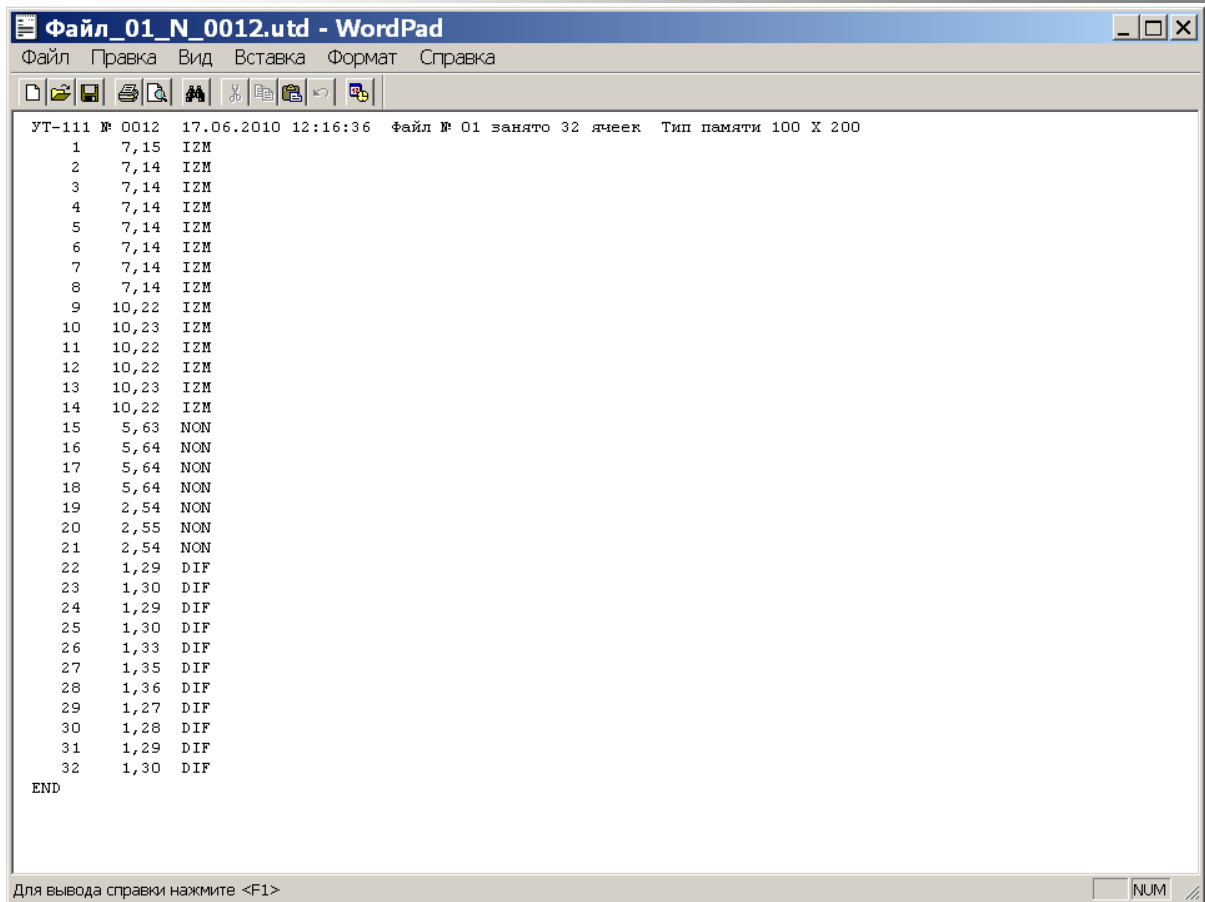

Рис.6.12.
- При просмотре файла на экране монитора компьютера будет отображаться следующая информация (рис.6.12).